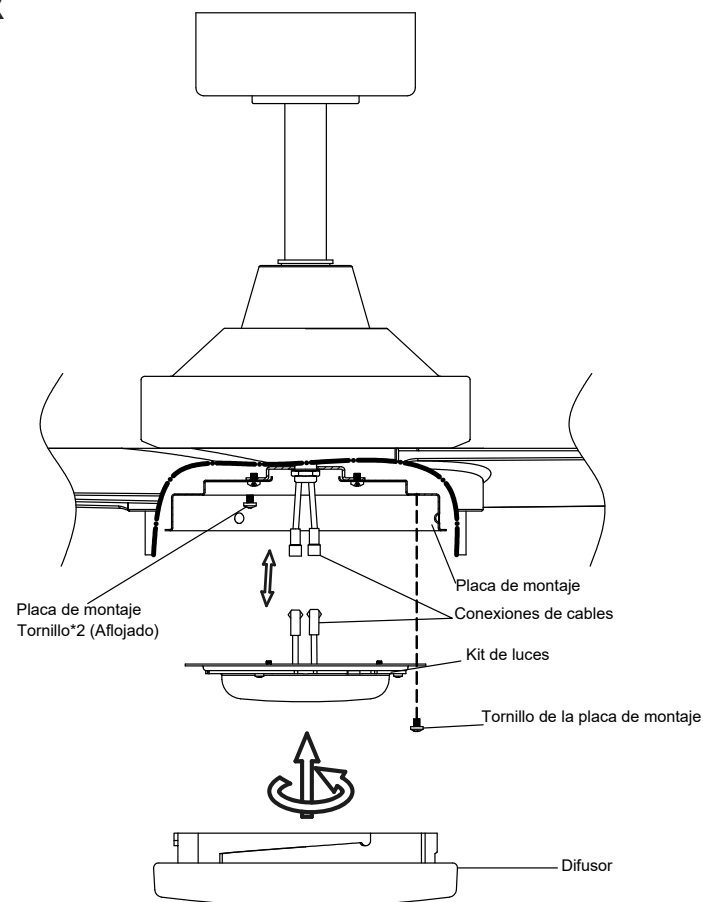

Fig. 17
Paso 1. Afloja dos de los tornillos de la placa de montaje y quita y guarda el tercer tornillo de la placa de montaje. **(Fig. 17)**
Paso 2. Mientras sujetas el kit de luces bajo el ventilador de techo, junta los conectores de cable. Uno del ventilador y otro del kit de luces. **(Fig. 17)**
Paso 3. Coloca las conexiones cuidadosamente en la placa de montaje. Coloca las ranuras de las cerraduras en el kit de luces sobre los 2 tornillos de la placa de montaje que se aflojaron de la placa de montaje, y gira el kit de luces (en sentido horario) hasta que se bloquee contra los tornillos de la placa de montaje en las secciones estrechas de las ranuras de las cerraduras. Cambia el tercer tornillo de la placa de montaje que se había retirado antes y aprieta los tres tornillos de la placa de montaje para asegurarlos. **(Fig. 17)**
Paso 4. Sube el difusor hasta el ventilador, siéntate contra la placa de montaje y gira (en sentido horario) hacia la placa de montaje hasta que quede bien ajustada, **NO APRIETES DEMASIADO.** **(Fig. 17)**